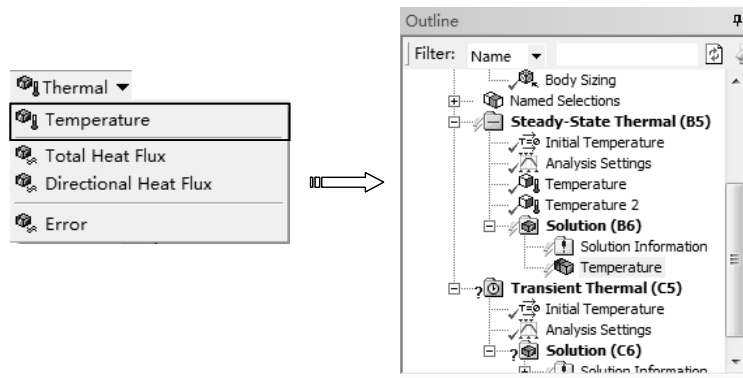

图 11-87 添加温度求解项
- 2) 求解温度。单击【Solution】工具栏上的【Thermal】|【Temperature】命令，此时在分析树中插入【Temperature】求解项，如图 11-87 所示。